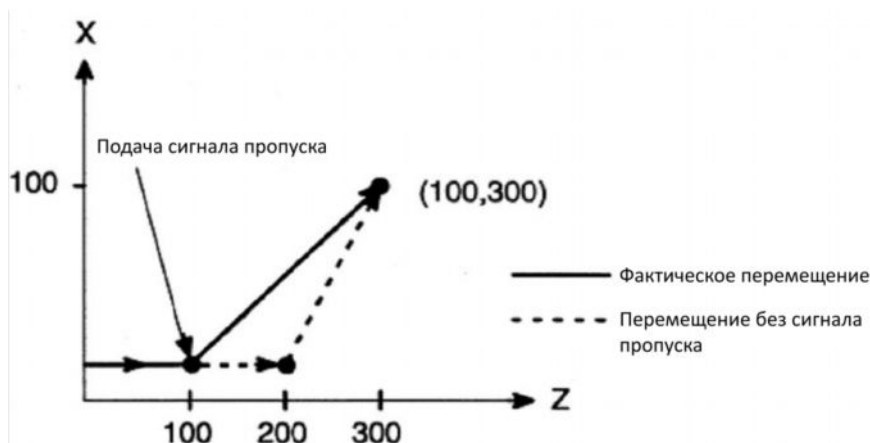

Рис. 3-26
3. Следующий кадр команды G31 относится к программированию в абсолютных координатах двух осей, как показано на Рис. 3-26